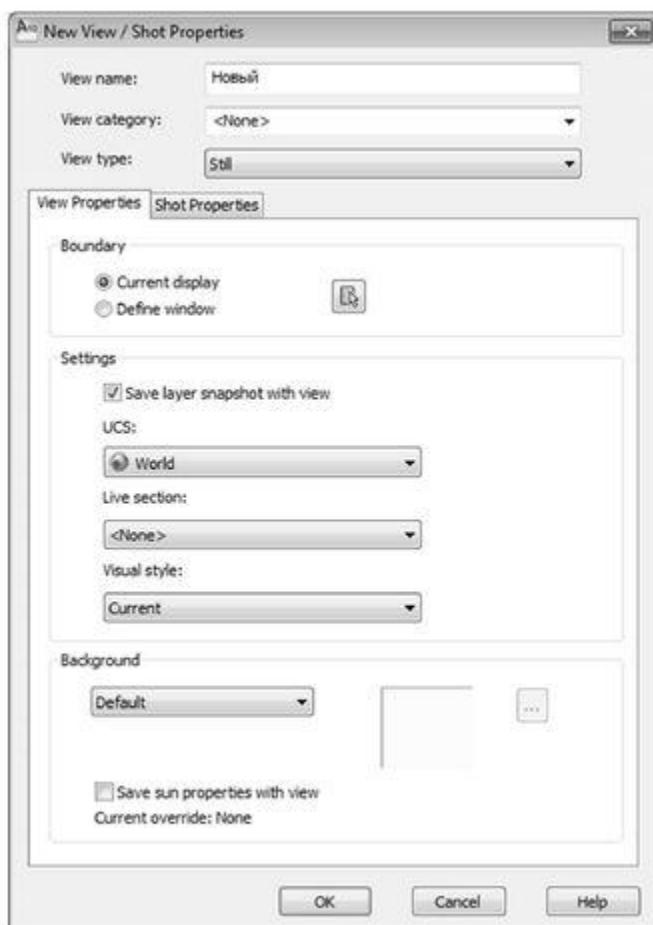

Рис. 4.6. Создание нового вида
нажать кнопку OK (рис. 4.6).
2. В появившемся диалоговом окне View Manager (Менеджер видов) (рис. 4.6) выбрать в списке необходимый вид (соответствующая строка должна выделиться серым фоном) и нажать кнопку Set Current (Установить текущим). После этого рядом с названием выделенного вида появится значок со стрелкой.